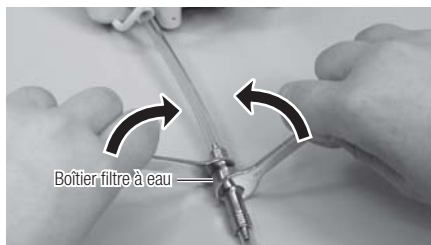

Fig. 25
- 1) Fermez la valve d'eau de l'unité dentaire à laquelle le PRESTO AQUA II est connecté. Utilisez deux clés à écrou (5x8) comme l'illustre la Fig.25 et tournez dans la direction indiquée. Lorsque le tube d'eau commence à se tordre, défaites cette torsion en le tournant puisque son extrémité sur le boîtier de contrôle peut être tournée.